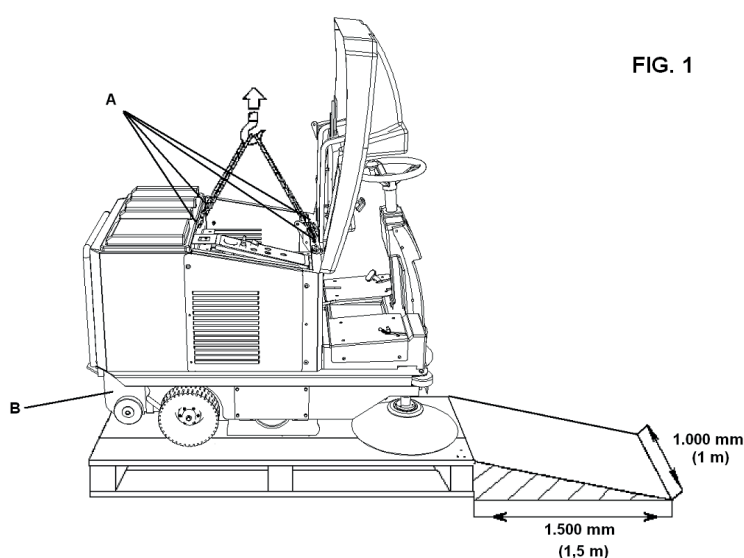

FIG. 1
- 1) Munirsi di un gancio a 4 tiranti di portata idonea alla massa della macchina (indicata sulla targhetta CE). Sollevare il cofano motore e avvitare i quattro golfari o ganci di sollevamento negli appositi filetti (i ganci di sollevamento sono contenuti nel cassetto di raccolta **Part. B Fig. 1**, assieme alle spazzole laterali ed ai manuali di istruzione); agganciare tutte e quattro le fasce ai rispettivi ganci di sollevamento della macchina **Part. A Fig.1**, e con l'ausilio di un carrello elevatore o di un carro ponte (di portata idonea alla massa della macchina), sollevarla dal bancale e portarla a terra appoggiandola molto lentamente.